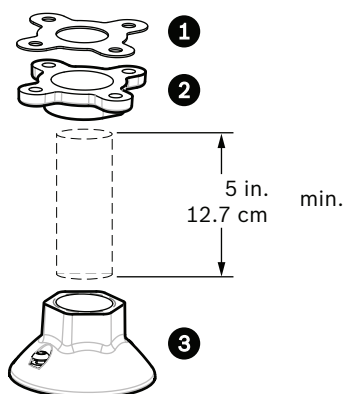

Figure 3.11 Montage sur tube
7. Vissez le capuchon du tube inférieur en le serrant bien afin d'éviter les fuites. Reportez-vous à la *Figure 3.11, Page 48*.